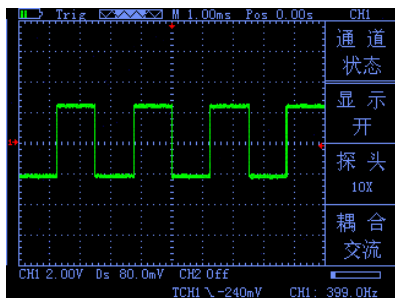

图 2-9
- 如设置垂直方向为 2.00V/div，按“CH1”→“▲”或“▼”来调节垂直方向伏/格，同时可按“◀”或“▶”来上、下移动整个波形。如图 2-9